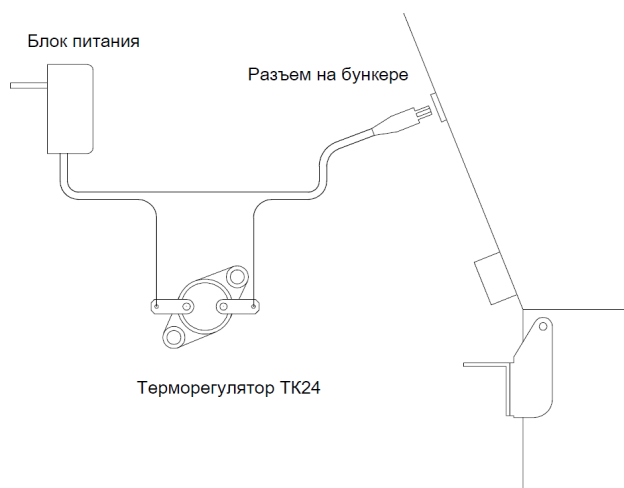

Рисунок 8 - Схема подключение терморегулятора автомата отключения
6. Снимите кожух котла со стороны патрубка подачи теплоносителя, снимите слой теплоизоляции; шкуркой зачистите металл корпуса котла рядом с патрубком подачи, обезжирьте зачищенное место спиртом, ацетоном, растворителем 646; так же обезжирьте корпус терморегулятора ТК24; используя холодную сварку (например «Титан») приклейте терморегулятор к корпусу котла. Если снять кожух со стороны патрубков невозможно, приклейте терморегулятор непосредственно на патрубок подачи, предварительно зачистив и обезжирив место склейки; подключите терморегулятор в разрыв цепи блока питания, согласно рис. 8; закройте термостат кусочком теплоизолятора; Установите кожух котла на место, предварительно предусмотрев отверстие для вывода проводов, идущих к терморегулятору, защитив их от перетирания.